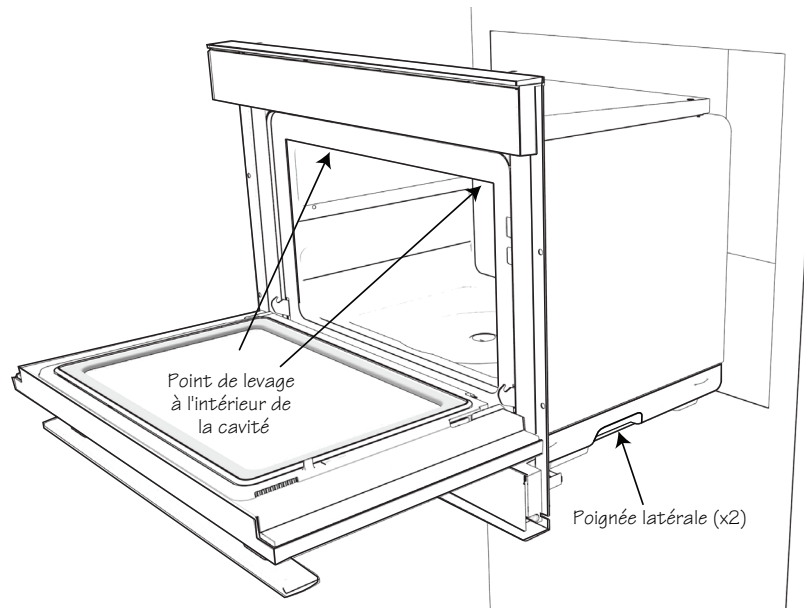

Figure 4
1. Ouvrir la porte du four Smart Combi Steam et soulever l'appareil par les points de levage illustrés à la Figure 4. Placer le four près de l'ouverture du mur ou de l'armoire. **NE PAS SOULEVER LE FOUR À L'AIDE DE LA POIGNÉE.** Brancher le cordon d'alimentation dans la prise électrique.